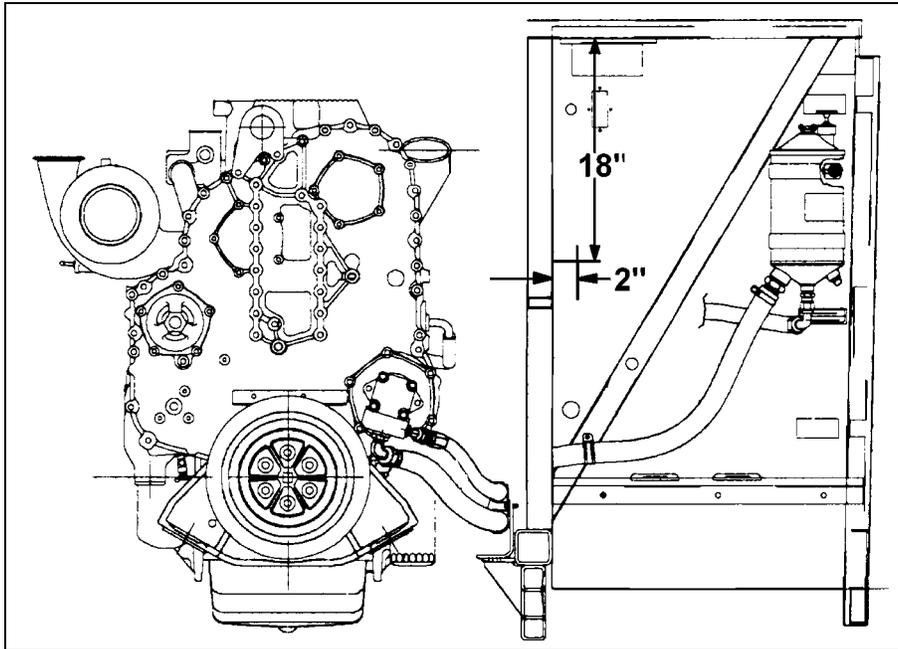

FIGURE 1: EMBLACEMENT DU PERÇAGE
1. Ouvrir la porte d'accès au côté droit du moteur et la porte du compartiment principal d'alimentation. À partir du compartiment moteur, percer deux trous dans la paroi séparant les deux compartiments en se servant du capteur comme gabarit. Percer à environ 2 po du côté gauche de la paroi et 18 po du haut en s'assurant de ne rien endommager dans le compartiment principal d'alimentation (voir fig. 1).